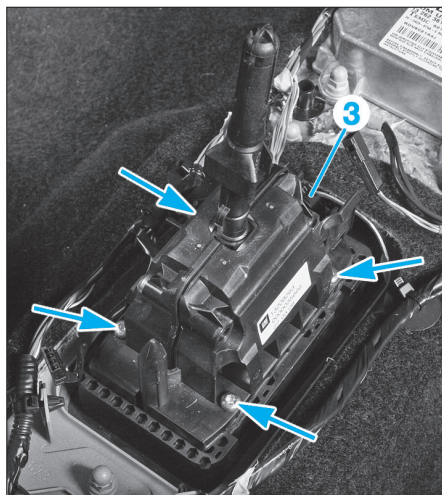

Fig. 12
- Débrancher le connecteur (3) sur le boîtier sélecteur de vitesses (Fig.12).